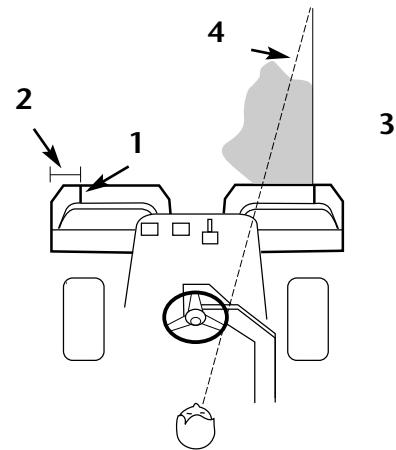

Bild 10
2. Entweder einen Streifen von weißem Klebeband oder eine Linie mit weißer Farbe parallel mit der äußeren Kante jedes Korbes anbringen (Bild 10).
3. Bei erneuten Überläufen so wenig wie möglich überlappen. Um gerade Spuren über den Rasen zu hinterlassen, die Maschine immer im gleichen Abstand vom Rand des vorigen Schnitts halten und einen imaginären Richtpunkt 2 bis 3 Meter vor der Maschine auf der ungemähten Rasenfläche halten (Bild 10 & 11). Gewissen Personen fällt es leichter, den äußeren Rand des Lenkrads mit in das Blickfeld aufzunehmen, d.h. den äußeren Rand des Lenkrads mit einem Punkt abzustimmen, der immer im gleichen Abstand vor der Vorderseite der Maschine liegt (Bild 10 & 11).